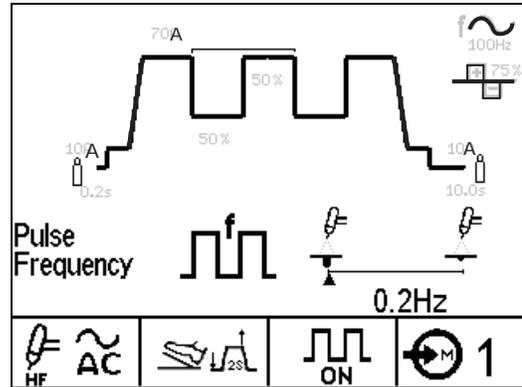

Figura B.4c
- PTIG Pulsante (Vea la Figura B.4c)
2. La **Sección de Pantalla de Parámetros** muestra el icono de pantalla y valor preestablecido del parámetro seleccionado. A fin de cambiar el valor, gire el botón/codificador giratorio. Algunos parámetros como la Frecuencia de CA (AC Frequency) tienen una Pantalla de Iconos Mejorados que muestra el efecto del parámetro variable en el arco y/o perfil de cordón de soldadura. A medida que se ajustan estos parámetros se moverá un indicador entre el icono mínimo y máximo para mostrar el efecto relativo de ese parámetro. La Frecuencia Pulsante (Pulse Frequency) que se muestra en la Figura B.4c es un ejemplo de la pantalla de iconos mejorados. Para una lista de los Iconos Mejorados, consulte la Tabla B.1.